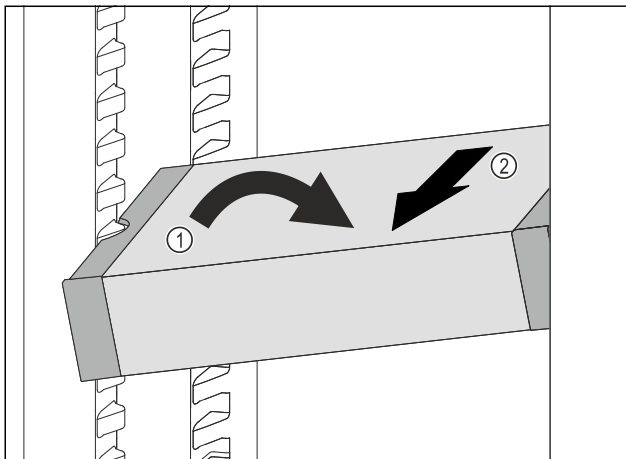

Fig. 124
- ▶ Наклонете VarioSafe в хладилната част. Fig. 124 (1)
- ▶ Извадете VarioSafe напред. Fig. 124 (2)